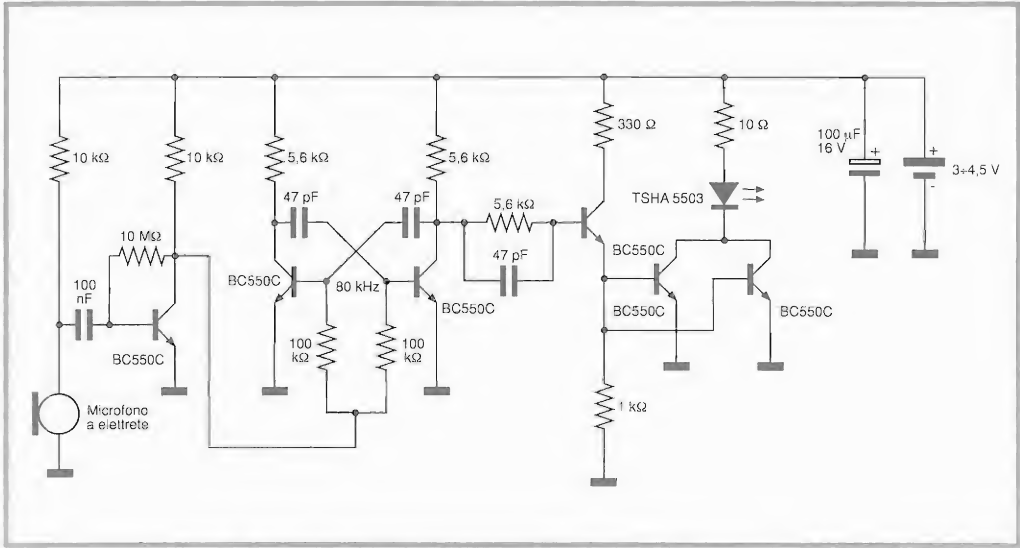

Figura 6.9. Microspia ad infrarossi in modulazione di frequenza.
**L**a Figura 6.9 mostra una semplice microspia ad infrarossi a modulazione di frequenza. Uno stadio di amplificazione microfonica modula un multivibratore astabile sugli 80 kHz. Lo stadio di trasmissione pilota due BC550C collegati in parallelo nel cui cir-